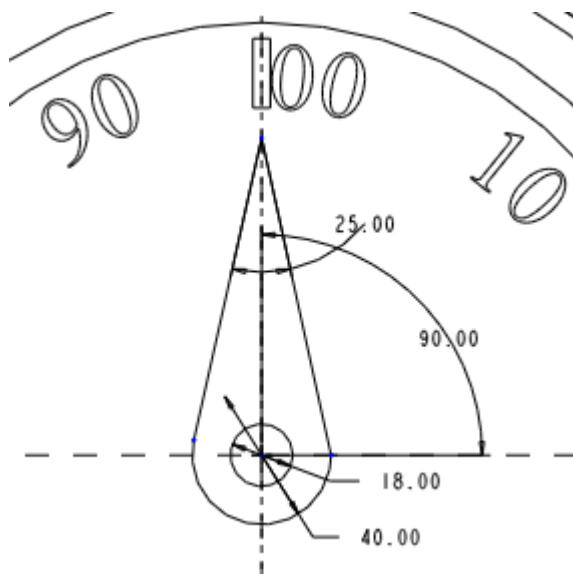

图 59-22
- (2) 单击按钮 , 打开【剖面】对话框, 单击【使用先前的】, 单击【草绘】按钮, 进入草绘工作环境。
- (3) 绘制如图 59-22 所示的拉伸截面。